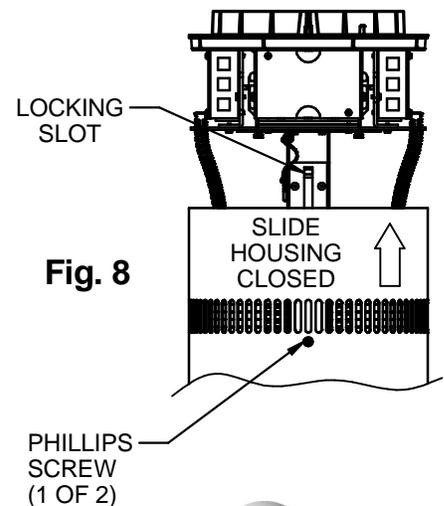

Fig. 8
**NOTE:** If the cylinder housing does not fully seat when closing, you may need to loosen the screws a little more to slide it closed. This will allow the ends of the screws to pass the locking slots at the very end of the slide travel (Fig. 8).
**REMARQUE :** Si le cylindre n'est pas complètement engagé lors de la fermeture, il peut être nécessaire de desserrer un peu les vis pour l'enfiler jusqu'au bout. Cela permet aux extrémités des vis de dépasser les fentes de blocage tout en bout de course (Fig. 8).